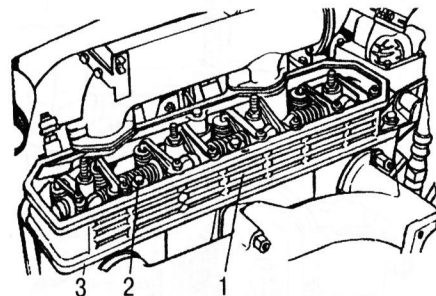

Рис. 3.2. Снятие крышки головки блока цилиндров: 1 – крышка головки блока цилиндров; 2 – болт крепления крышки головки блока цилиндров; 3 – прокладка
6. Снять крышку 1 (рис. 3.2) головки блока цилиндров в сборе с впускным трактом. Снять прокладку 3 крышки головки блока цилиндров.